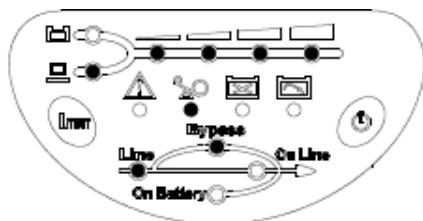

Рис. 4-5 Индикация перегрузки и переключения ИБП в режим байпаса
- ПЕРЕГРУЗКА Если нагрузка на выходе ИБП превосходит номинальную, то по истечении определённого времени загорается индикатор перегрузки и подаётся непрерывный звуковой сигнал. В этом случае пользователь должен отключить второстепенных потребителей, чтобы величина оставшейся нагрузки не превышала номинальную для ИБП. Индикация при перегрузке показана на рис. 4-5.